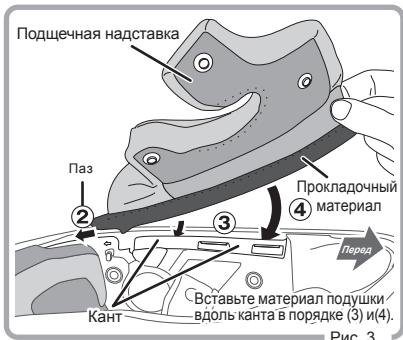

Рис. 3
2. Вставьте в паз край прокладочного материала с задней стороны подщечной надставки. (Отверните резиновую отделку, чтобы найти паз.) (Рис. 3)